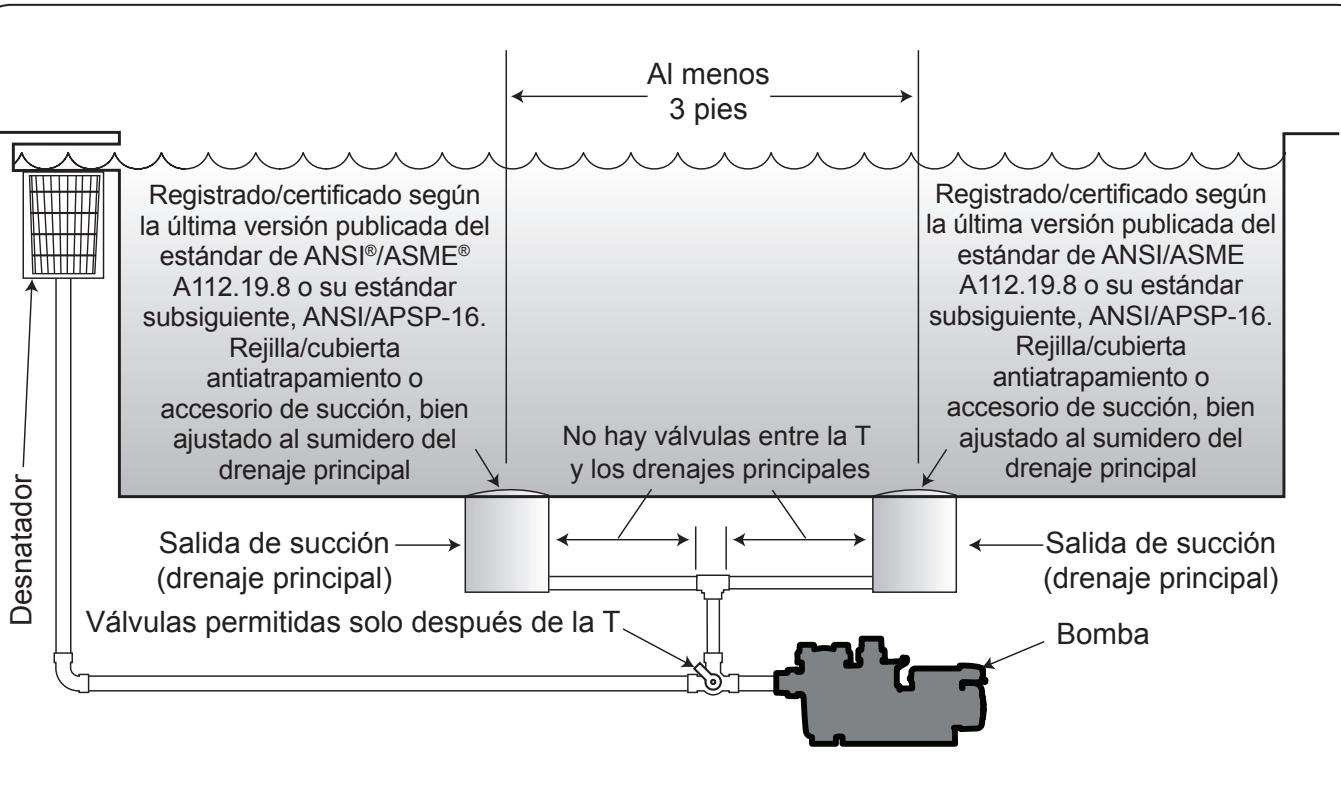

Figura 1. Cantidad de salidas de succión por bomba
Cantidad de salidas de succión por bomba: proporcione al menos dos (2) drenajes principales con equilibrio hidráulico, con cubiertas, como salidas de succión para cada línea de succión de la bomba de circulación. Los centros de los drenajes principales (salidas de succión) en una (1) línea de succión deben estar al menos a 3 pies de distancia, de centro a centro. Ver la Figura 1.
El sistema **debe** incluir al menos dos (2) salidas de succión (drenajes) conectados a la bomba, siempre que la bomba esté en funcionamiento. Sin embargo, si hay dos (2) drenajes principales en una sola línea de succión, la única línea de succión puede contar con una válvula que apague ambos drenajes principales de la bomba. El sistema debe estar construido de forma tal que no permita que cada drenaje se apague o se aísle de forma independiente. Ver la Figura 1.